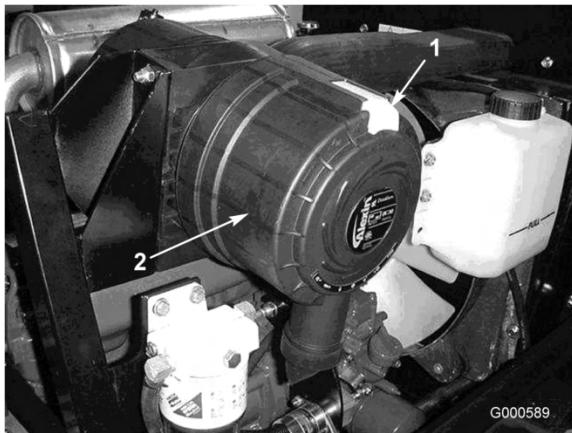

Figura 29
1. Tirate il fermo verso l'esterno e ruotate il coperchio del filtro in senso antiorario (Figura 29).